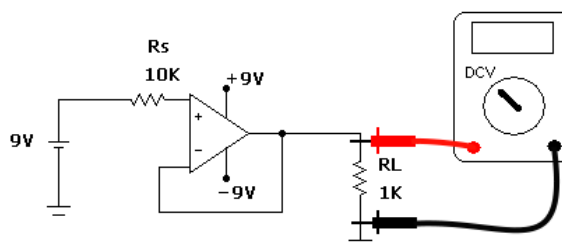
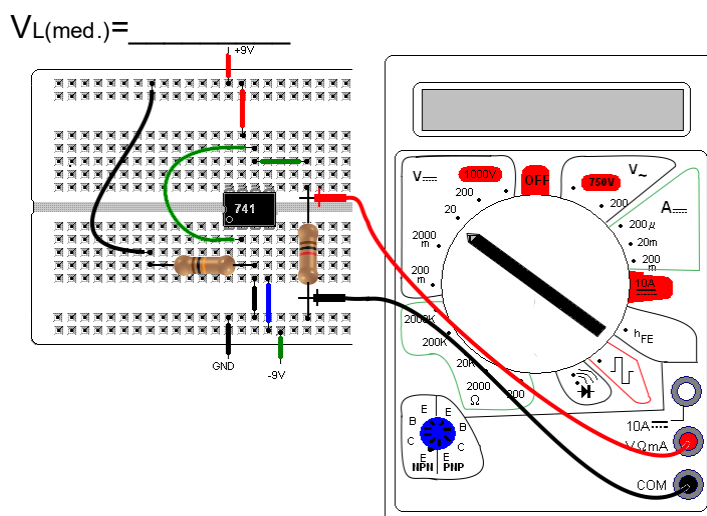

Figura 9 : Circuito com buffer
Figura 10: Circuito com buffer - sugestão de *layout* na MP
10. Calcular a tensão na carga (1 k) no circuito da Figura 9.
11. Monte o circuito da Figura 9 de acordo com sugestão de *layout* da Figura 10 e meça a tensão na carga.